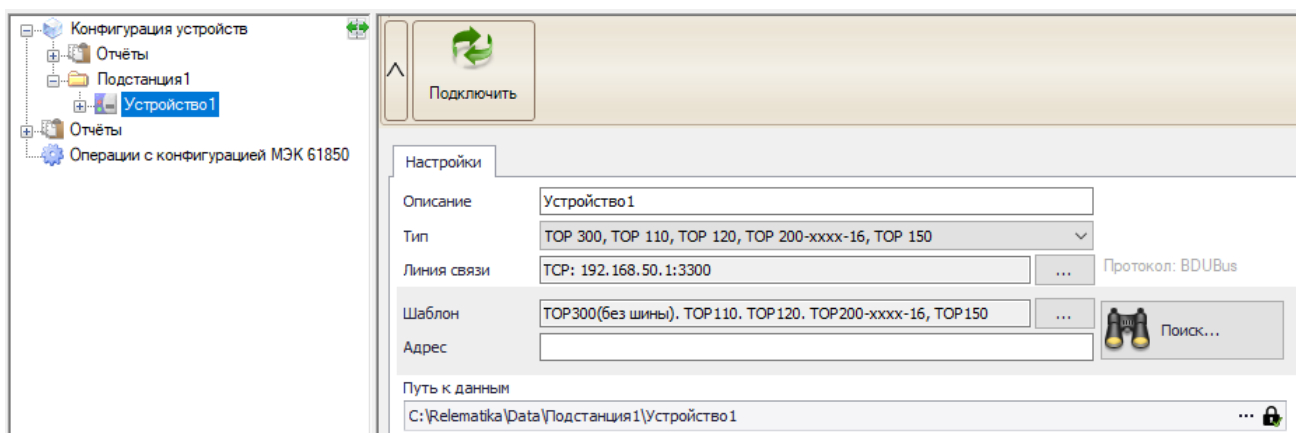

Рисунок 4.10 – Элемент Устройство
Настройка подключения к устройству выполняется в элементе **Устройство** в дереве конфигурации (рисунок 4.10). Элемент **Устройство** содержит следующие поля для редактирования:
- **Вкладка «Настройки»** - отображает настройки подключения к устройству (рисунок 4.10). В режиме подключения (онлайн режим) настройки недоступны для редактирования;